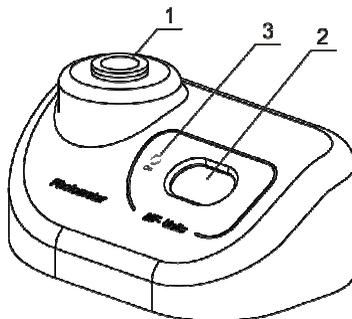

Fig.3 Vista generale
3.4.5. Inserire la provetta con la soluzione standard, corrispondente al valore del punto di calibrazione, nell'alloggiamento del densitometro (fig.3/1).
- Il display si spegne se l'alloggiamento rimane vuoto per almeno un minuto. Premere il tasto **On** (fig.3/3) per attivare l'unità.
- 4.3. Sul display possono comparire le seguenti indicazioni (fig.3/2):
- 4.4. Scuotere la provetta con la soluzione (per questa operazione si raccomanda l'utilizzo di un vortex, ad esempio il Vortex individuale V-1 plus) e inserirla nell'alloggiamento del densitometro (fig.3/1). Il valore McFarland per la soluzione comparirà sul display (fig.3/2).